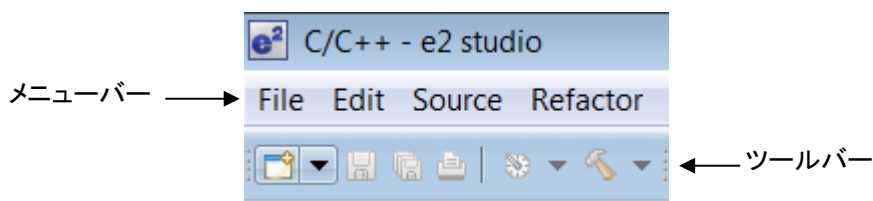

図 2.4 メニューとツールバー
3. この時点で、プロジェクトのインポート先として使用するワークスペースが開いています。メニューバーの [File] (ファイル) をクリックします (図 2.4)。